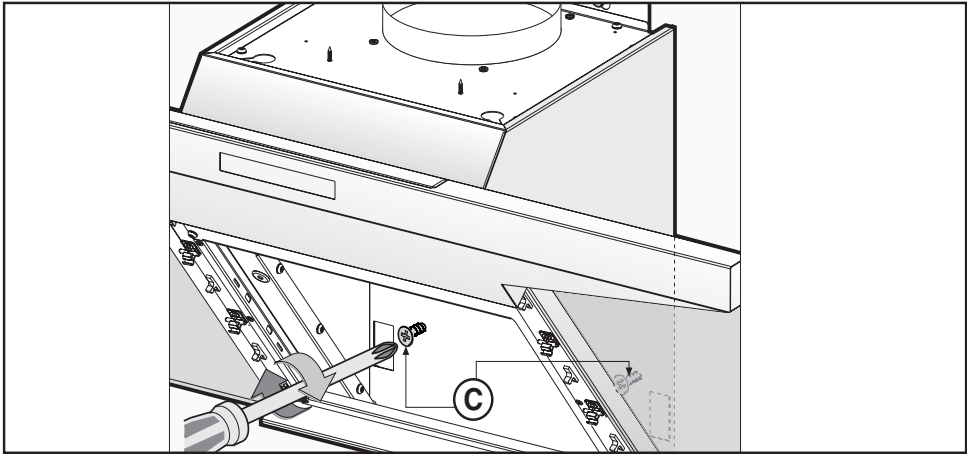

Fig.8
- A regolazione avvenuta fissare la cappa definitivamente tramite le 2 viti **C** (fig.8).